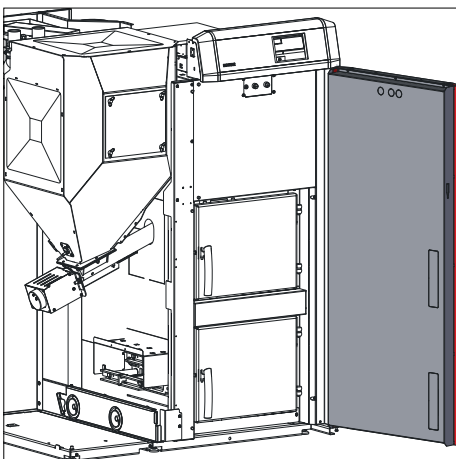

Fig. 77 Verkleidungstür oben und unten einhängen
- ▶ Verkleidungstür in Türlager oben einfädeln und unten einhängen – Fig. 77.